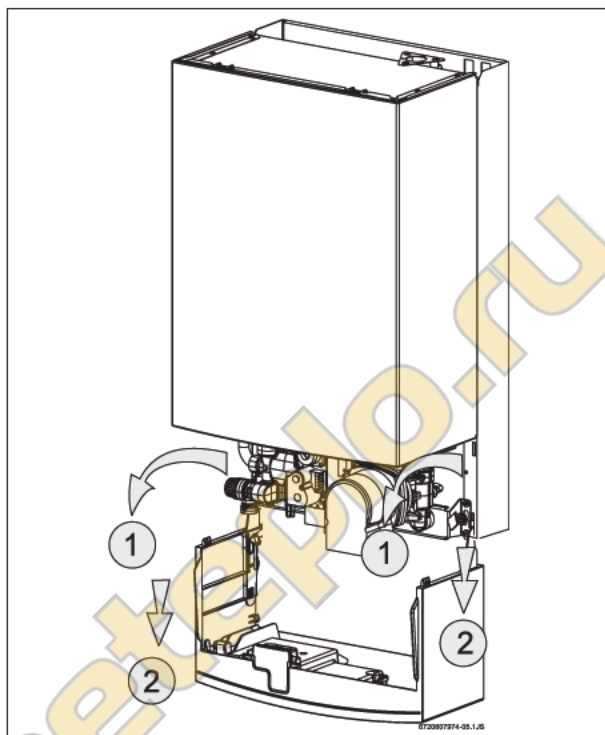

Рис. 11. Сервисное положение для доступа к системам водо- и электроснабжения
- ▶ Опустить коробку панели управления (см. рис. 11).